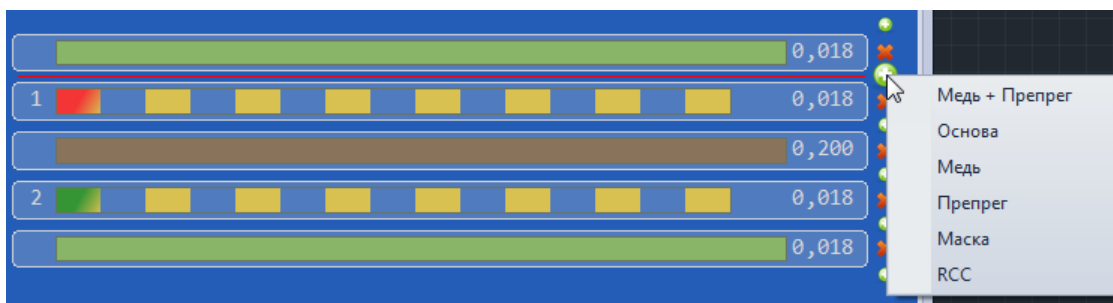

Рис. 10 Добавление нового слоя
3. Нажать на кнопку добавления слоя , соответствующую выбранному положению и выбрать нужный тип слоя (группу слоев). Кнопки добавления расположены в правой части интерактивной схемы слоев, см. Рис. 10.